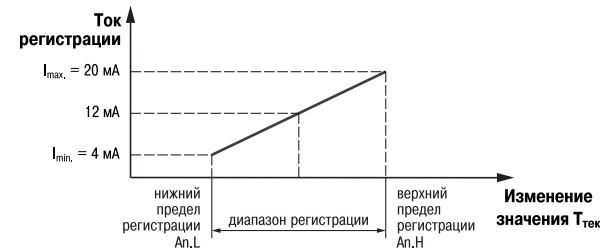

Рис. 10
3.1.5.2.2. При работе в **режиме регистратора** (**dAC = Pv**). ЛУ сравнивает входную величину с заданными значениями и выдает на соответствующее выходное устройство аналоговый сигнал в виде тока 4...20 мА, который можно подавать на самописец или другое регистрирующее устройство. Принцип формирования тока регистрации показан на **рис. 10**.